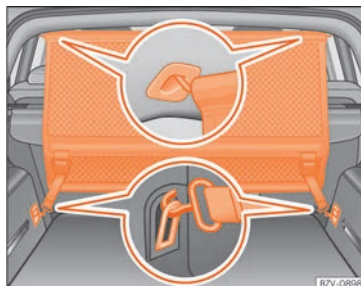

Fig. 171 Dans le coffre à bagages : mettre en place le filet de séparation derrière la deuxième rangée de sièges.
- Accrochez le filet de séparation au support arrière gauche du pavillon » » fig. 171. Veillez pour cela à guider la barre depuis la partie supérieure vers le bas.
- Fixez les deux crochets du filet de séparation sur les sangles avant du coffre à bagages » » fig. 171 puis tendez les ceintures.
- Accrochez le filet de séparation au support avant gauche du pavillon » » fig. 171. Veillez pour cela à guider la barre depuis la partie supérieure vers le bas.
- Libérez les crochets du filet de séparation des œillets »» fig. 171.
- Décrochez le filet de séparation du support droit du pavillon »» fig. 171 en appuyant sur la barre.